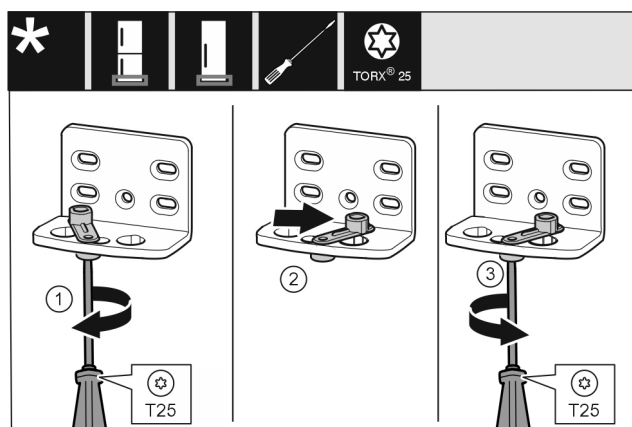

Fig. 11
- Šroubovákem T25 volně přišroubujte šroub. Fig. 11 (1)
- Zvedněte pomůcku zavírání dveří a v otvoru ji otočte o 90° doprava. Fig. 11 (2)
- Šroubovákem T25 šroub pevně utáhněte. Fig. 11 (3)